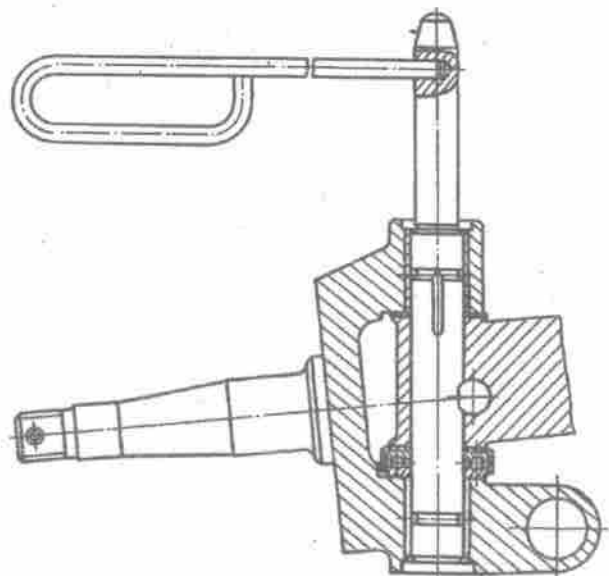

Bild 177. Austreiben des Achsschenkelbolzens
10. Blindflansch des Achsschenkelbolzens entfernen und Achsschenkelbolzen austreiben (Bild 177).